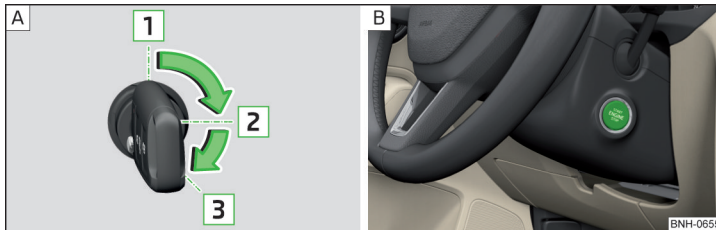

Abb. 179 Positionen des Fahrzeugschlüssels im Zündschloss / Starterknopf
Positionen des Fahrzeugschlüssels im Zündschloss » Abb. 179 - [A]
› Den Knopf drücken » Abb. 179 - [B], die Zündung wird ein-/ausgeschaltet.
- › Bei Fahrzeugen mit **Zündschloss** den Schlüssel in die Position **3** drehen » Abb. 179 auf Seite 162 - [A], es erfolgt der Startvorgang. Dann den Schlüssel loslassen, der Motor springt automatisch an.
- › Bei Fahrzeugen mit **Starterknopf** den Knopf kurz drücken » Abb. 179 auf Seite 162 - [B], der Motor springt automatisch an.
- › Bei Fahrzeugen mit **Zündschloss** den Schlüssel in die Position **1** drehen » Abb. 179 auf Seite 162 - [A].
- › Bei Fahrzeugen mit **Starterknopf** den Knopf drücken » Abb. 179 auf Seite 162 - [B], der Motor und die Zündung werden gleichzeitig ausgeschaltet.
- › Den Knopf gedrückt halten » Abb. 179 auf Seite 162 - [B] oder zweimal innerhalb von 1 Sekunde drücken. ▶